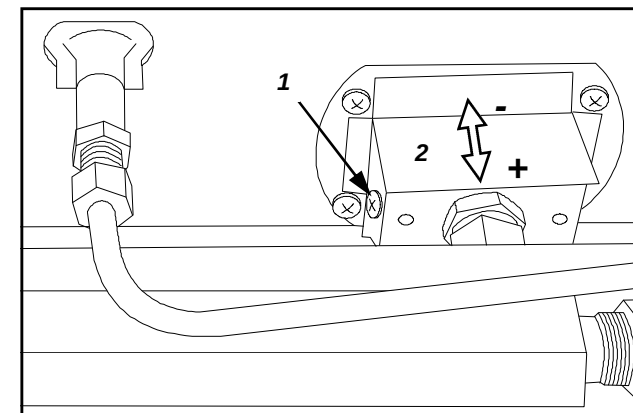

FIG. 9 (RÉGLAGE D'ENTRÉE D'AIR DES BRÛLEURS DE VÔUTE ET DE SOLE)
- A) REMPLACEMENT DES INJECTEURS ET DES BRÛLEURS DE VÔUTE ET DE SOLE. DEVISSER LE PANNEAU FRONTAL (FIG.3-RÉF.2) ENLEVER LE REGISTRE DE L'AIR (FIG.9-RÉF.1/2) POUR VOIR ET ATTEINDRE LES INJECTEURS. DEVISSER LES INJECTEURS ET LES REMPLACER PAR CEUX INDIQUÉS DANS LE TABLEAU DES DONNÉES TECHNIQUES CONCERNANT LE MODÈLE DU FOUR ACHETÉ.
DESSERER LA VIS (FIG.9-RÉF.1) POUR FAIRE, COULISSER, DANS LA BOUTONNIÈRE SPÉCIALE L'OUVERTURE D'AIR DU BRÛLEUR (FIG.9-RÉF.2).